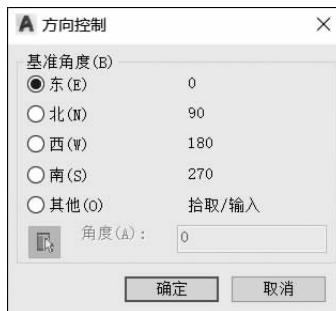

图 2-7 “方向控制”对话框
(6)方向:定义角度 0 并指定测量角度的方向。单击“方向”按钮,弹出“方向控制”对话框(见图 2-7),系统默认正东方的方向为 0°,逆时针方向旋转为角度增加的正方向。